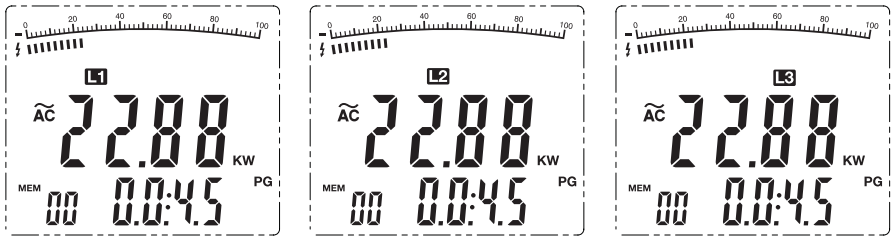

Figura 8
3. Impostare il metro per kW. Il doppio display mostra la potenza attiva valore kW e l'angolo di fase (PG) valore.
4. Premere L1-L2-L3 per scegliere la prima fase L1 (vedi figura 8).
5. E Premere il pulsante  $\Sigma$  per salvare e somma il valore misurato per L1. (Vedi Figura 8)
7. Premere L1-L2-L3 per scegliere la prima fase L2. Il display principale mostra la potenza in kW per la fase L1 e il display secondario indica l'angolo di fase (PG).
8. E Premere il pulsante  $\Sigma$  per salvare e somma il valore misurato per L2. (Figura 8). Il display principale mostra la potenza in kW per la fase L2 e il display secondario indica l'angolo di fase (PG).
10. Premere L1-L2-L3 per scegliere la prima fase L3. Il display principale mostra la potenza in kW per la fase L3, e il display secondario indica l'angolo di fase (PG).
11. E Premere il pulsante  $\Sigma$  per salvare e somma il valore misurato per L3. (Figura 8)
4. Premere L1-L2-L3 per scegliere la prima fase L1 (vedi figura 8). Il display principale mostra la potenza in kW per la fase L1 e il display secondario indica l'angolo di fase (PG).
7. Premere L1-L2-L3 per scegliere la prima fase L3. Il display principale mostra la potenza in kW per fase L3, e il display secondario indica l'angolo di fase (PG).
8. E Premere il pulsante  $\Sigma$  per salvare e somma il valore misurato per L3. (Figura 8).